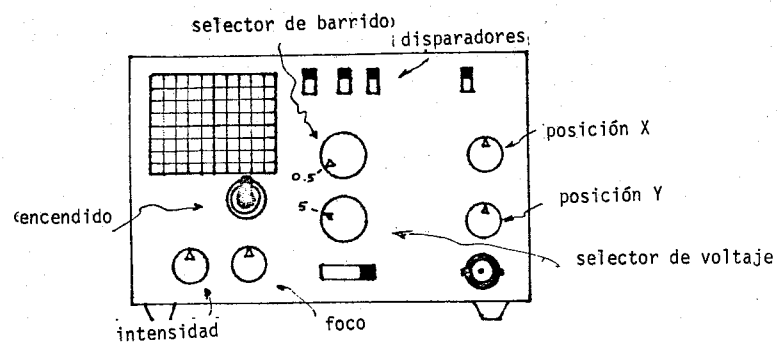

FIGURA 5
- Coloque las perillas de intensidad, foco, posición X y posición Y en una posición media, como se indica en la figura 5.
- Las palancas de los disparadores, de deflexión X en la posición superior; y la palanca 0-AC-DC en la posición DC, como se muestra en la figura 5.
- El selector de barrido de tiempo en la escala 0.5 segundos por división (0.5 S/DIV) y el selector de voltaje en 5 volts por división (5V/DIV), - como en la figura 5.